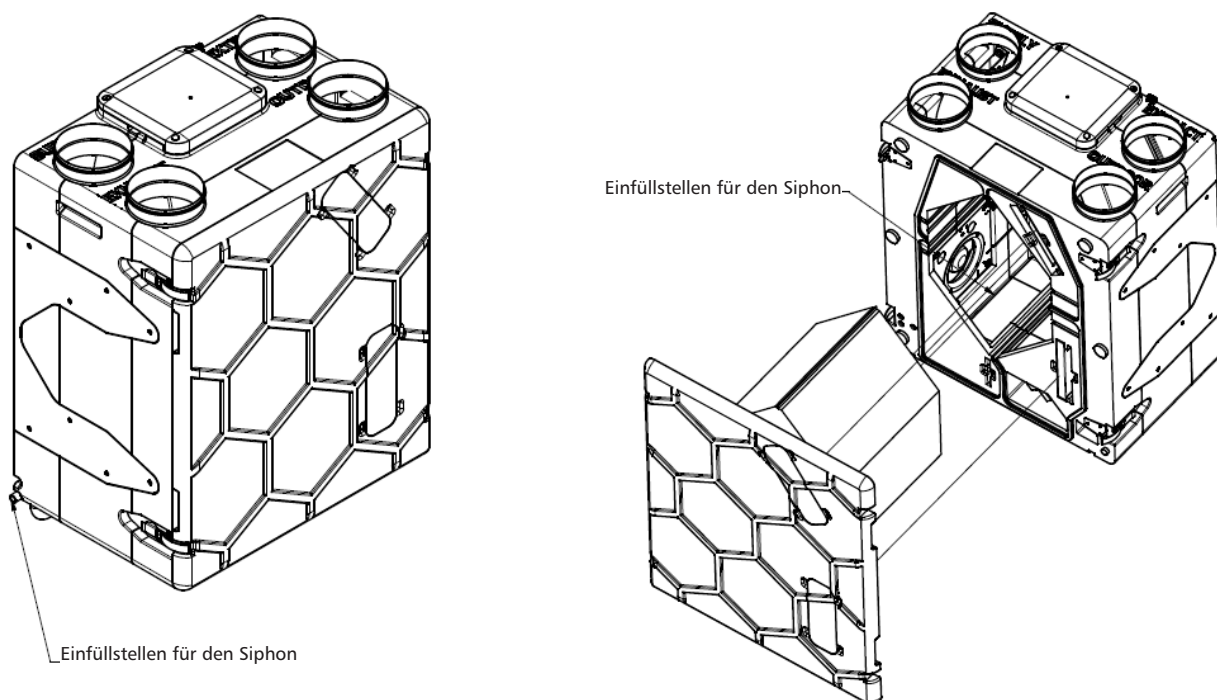

Abb. 16 - Einfüllstellen für den Siphon
3. Füllen Sie den Siphon über die beiden verfügbaren Stellen mit Wasser (siehe Abb. 16).